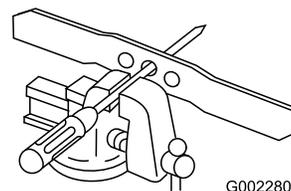

Figura 26
8. Con il dito, spalmate l'olio sulla guarnizione del nuovo filtro (Figura 26).
1. Verificate il bilanciamento della lama collocando il foro centrale della lama su un chiodo o sul codolo di un cacciavite serrato orizzontalmente in una morsa (Figura 26).